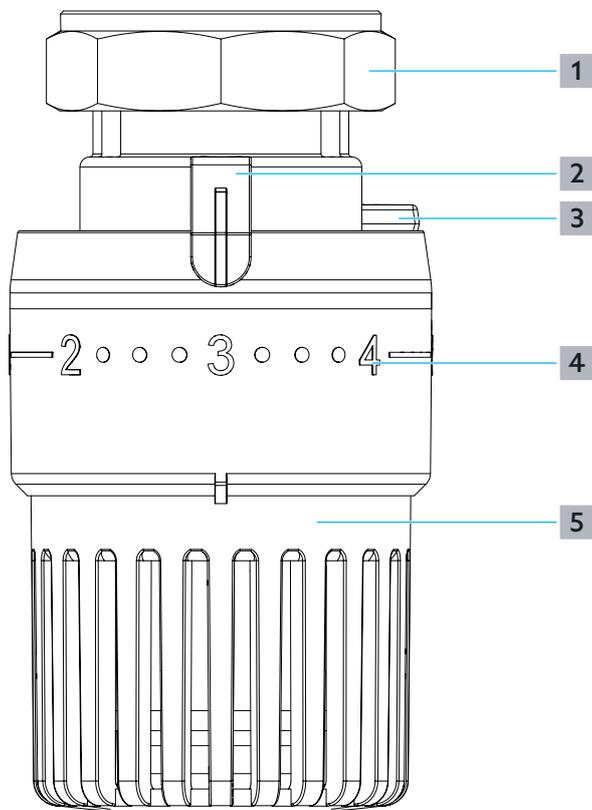

Abb. 1: Aufbau
- 1** Drehen Sie am Thermostaten den Handgriff (Position **5** in Abb. 1 auf Seite 5) gegen den Uhrzeigersinn, bis die Merkmahl „5“ (Position **4**) an der Einstellmarke (Position **2**) anliegt. Dadurch wird der Stößel im Thermostaten ganz zurückgezogen.
- ▶ Um die gewünschte Raumtemperatur einzustellen, drehen Sie den Handgriff (Position 5 in Abb. 1 auf Seite 5) so weit, bis die gewünschte Merzkahl (Positon 4) an der Einstellmarke (Positon 2) anliegt.
Zur gewünschten Raumtemperaturregelung besitzt der Thermostat zwei Begrenzungselemente (siehe Position 3 in Abb. 1 auf Seite 5) mit denen der Behaglichkeitsbereich individuell festgelegt werden kann.